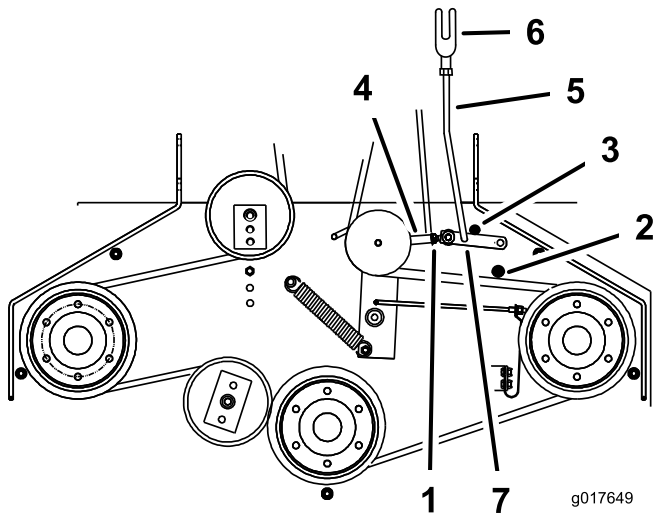

Figure 48
5. Vérifiez que le bras d'assistance est en appui contre la butée arrière sur le tablier (Figure 48).
7. Le bras d'assistance doit toucher la butée avant sur le tablier. Dans le cas contraire, réglez le levier coudé pour le rapprocher du gousset (Figure 48).
8. Pour ajuster la bielle du bras d'assistance, enlevez la goupille fendue du bras d'assistance (Figure 48).
11. Installez la bielle dans le bras d'assistance et fixez-la avec la goupille fendue (Figure 48).